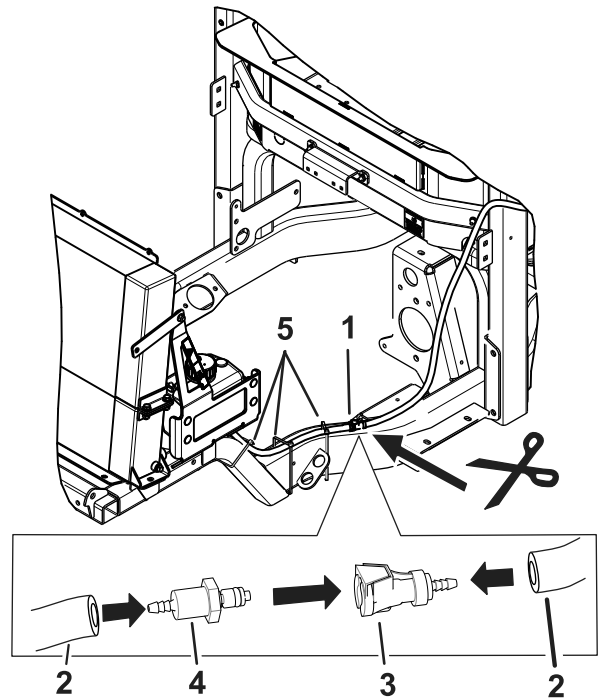

Figura 28
1. Enrute las mangueras por el bastidor y hacia atrás hasta el depósito de líquido del lavaparabrisas (Figura 28).
6. Sujete la manguera con bridas de plástico (Figura 28).